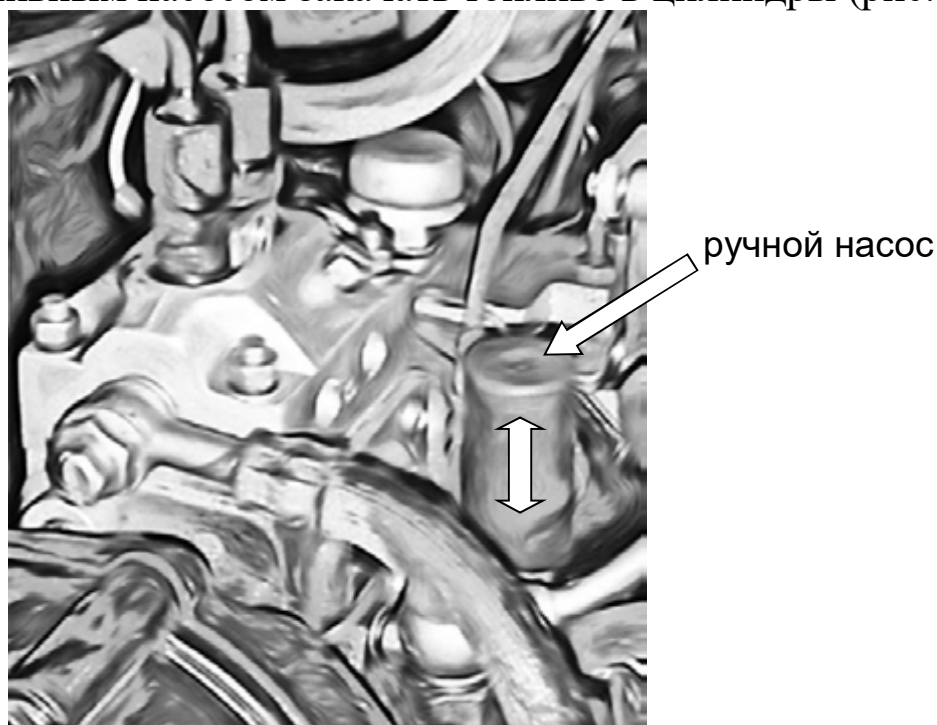
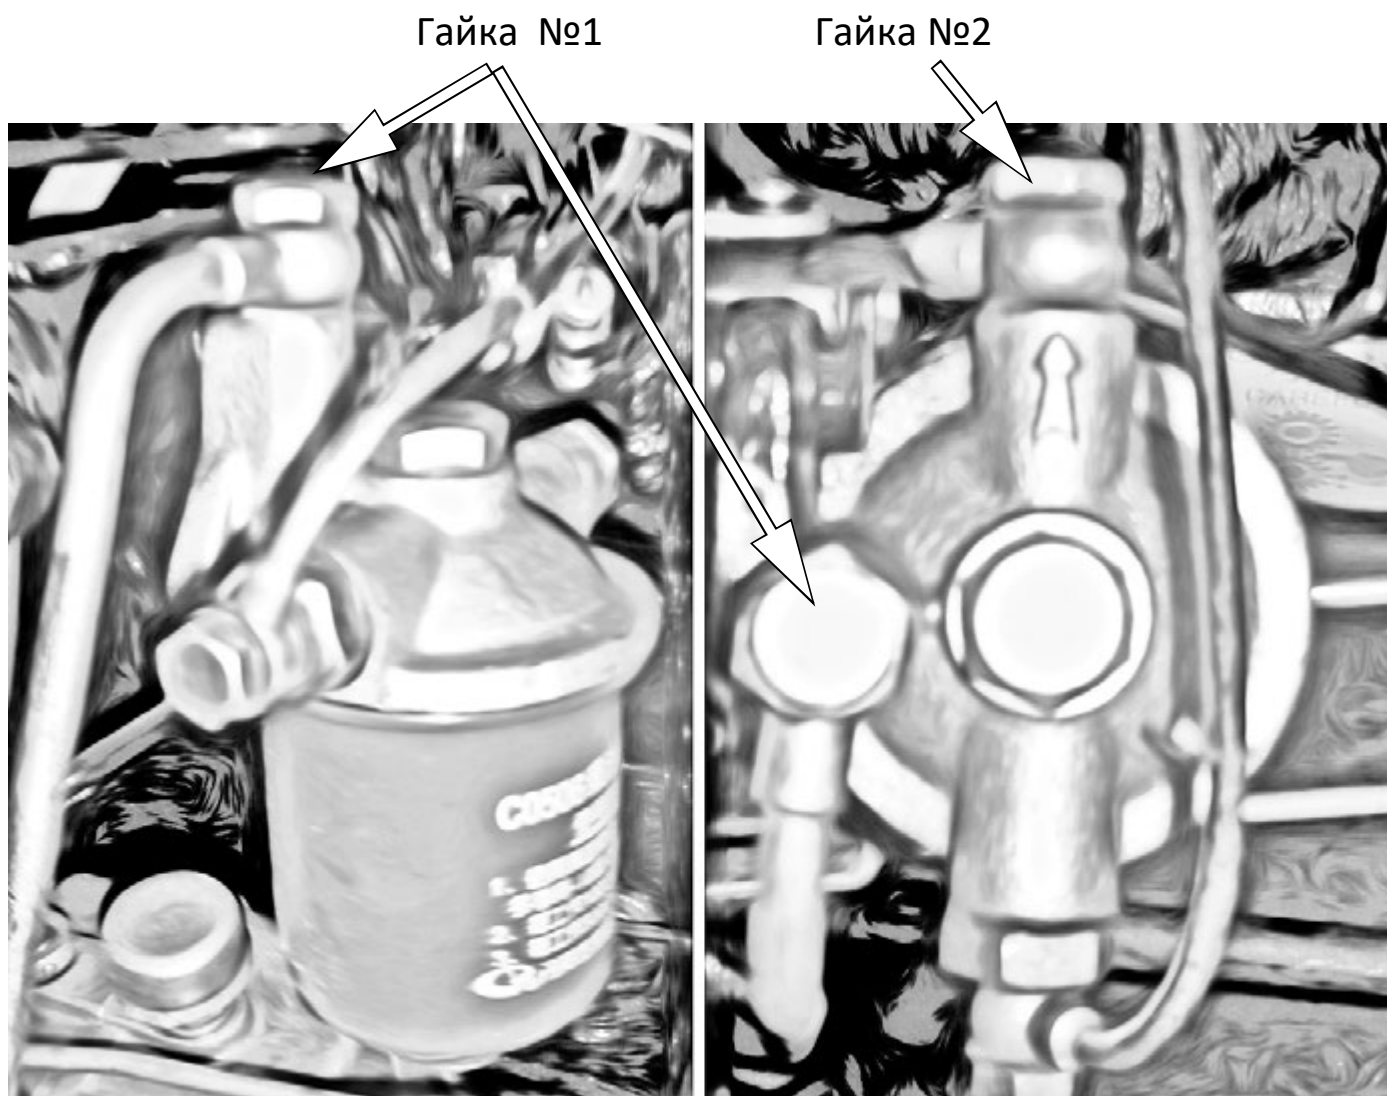

Рис. 3-2. Ручной насос
Рис. 3-11. Топливный фильтр
6. Ручным топливным насосом закачать топливо в цилиндры (рис. 3-2)
2) открутите гайку, соединяющую топливную трубку и топливный фильтр (№1 на рис. 3-11). Выпустите воздух, используя ручной насос ТНВД (рис. 3-2). Топливо из трубки должно течь ровной струей. Закрутите соединительную гайку;
3) открутите гайку, соединяющую топливный фильтр и топливную трубку (№2 на рис. 3-11). Выпустите воздух, топливо из фильтра должно течь ровной струей. При необходимости прочистите или замените фильтр. Закрутите соединительную гайку.